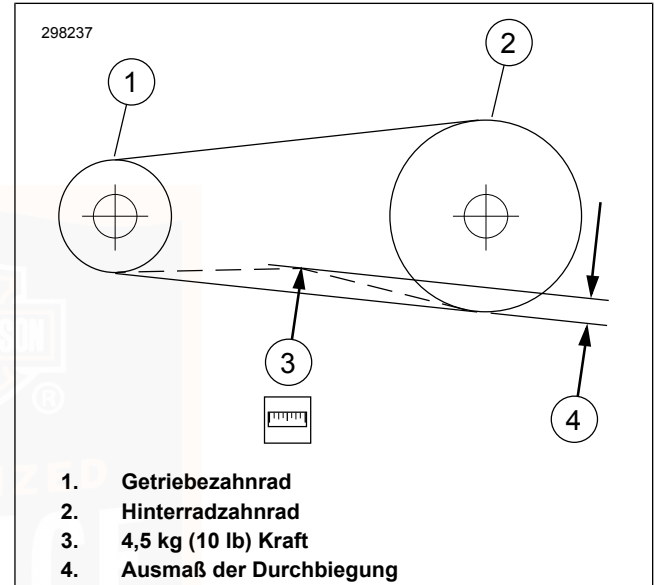

Abbildung 76. Riemendurchbiegung überprüfen
- b. **Alle anderen Modelle:** Siehe Abbildung 76. Bei stillgehaltenem Messgerät Riemendurchbiegung (4) messen.